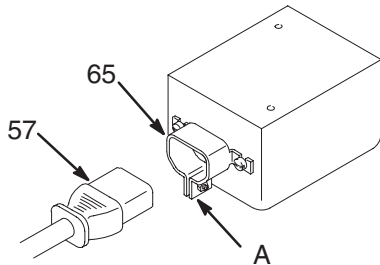

Fig. 2
1. **Brancher le cordon d'alimentation (57)** à la prise d'entrée de courant située en dessous du moteur. Bien serrer le vis (A) de l'attache de blocage (65) du cordon. Voir Fig. 2. Si le cordon d'alimentation utilisé ne comporte pas de prise mâle, demander à un électricien qualifié d'installer une prise adéquate.